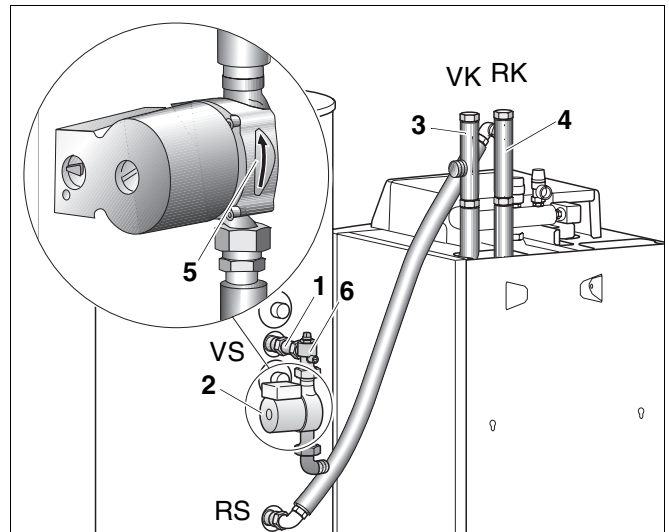
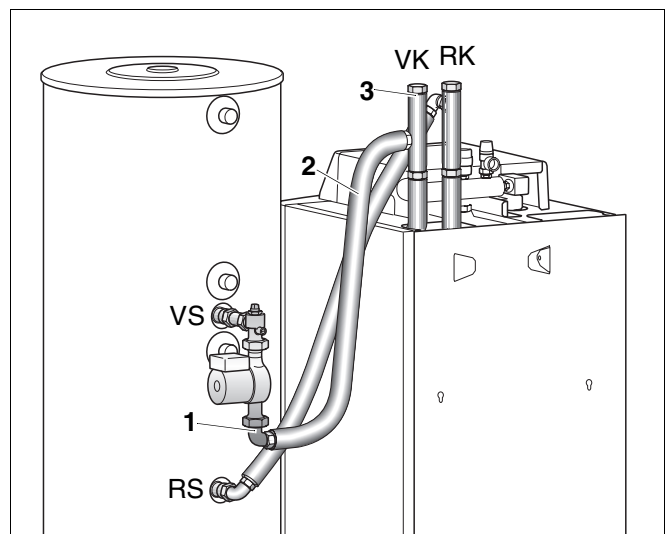

Abb. 9 Rohrgruppe mit Umwälzpumpe montieren
Abb. 10 Flexiblen Metallwellschlauch montieren
- In die Verlängerung G 1 x 80 (Abb. 9, **Pos. 1**) Dichtung einlegen.
- Sperrventil (Abb. 9, **Pos. 6**) an die Verlängerung G 1 x 80 (Abb. 9, **Pos. 1**) schrauben und nach unten ausrichten.
- Umwälzpumpe (Abb. 9, **Pos. 2**) mit eingelegter Dichtung  $\varnothing 28 \times 44 \times 2$  an das Sperrventil schrauben.
- Kontrollieren Sie die Fließrichtung der Umwälzpumpe, der Pfeil (Abb. 9, **Pos. 5**) muss nach oben zeigen.
- Winkelverschraubung G 1 x G 1 $\frac{1}{2}$  (Abb. 10, **Pos. 1**) mit eingelegter Dichtung  $\varnothing 28 \times 44 \times 2$  an die Umwälzpumpe schrauben und ausrichten (siehe Abb. 9).
- Flexiblen Metallwellschlauch (Abb. 10, **Pos. 2**) zwischen T-Vorlaufrohr (Abb. 10, **Pos. 3**) und Winkelverschraubung G 1 x G 1 $\frac{1}{2}$  (Abb. 10, **Pos. 1**) mit eingelegten Dichtungen anschrauben (siehe Abb. 10).